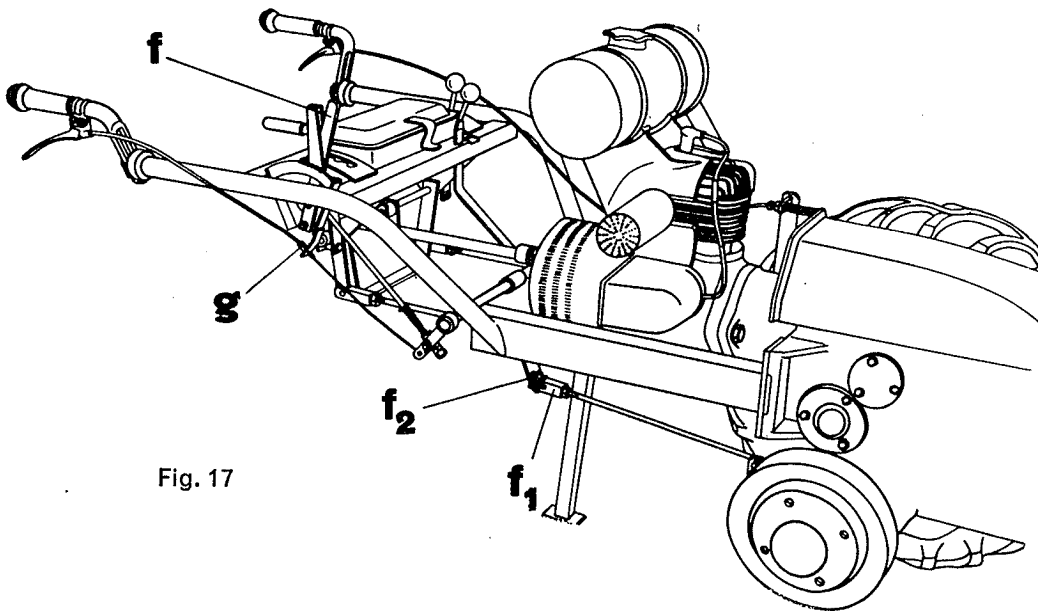

Fig. 17
15. Bremsstangen (Fig.17)
15. Tringles de frein (fig.17)
15. Stanghe del freno (fig.17)